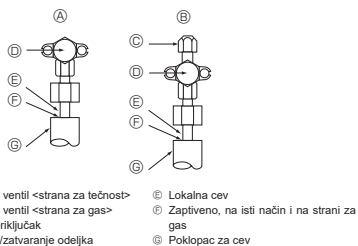

Fig. 4-4
4.4. Metod za testiranje nepropusnosti cevi za rashladno sredstvo (Fig. 4-4)